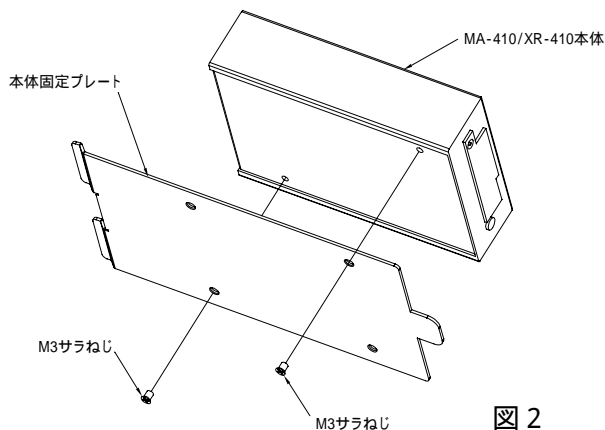

図 2
(2) 図2のように、付属の M3 皿ねじを使用して MA-410 / XR-410 を本体固定プレートに取り付けます。